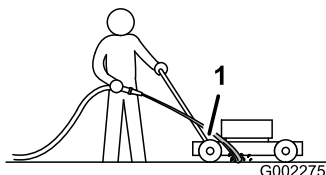

Figura 23
3. Întindeți furtunul de grădină la nivelul mânerului și direcționați fluxul de apă pe pământ, chiar în fața roții dreapta spate (Figura 23).